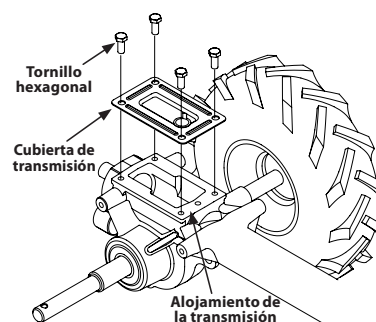

Figura 23
4. Retire toda la suciedad y limpie el área alrededor de la cubierta de transmisión. Vea la Figura 23.
5. Retire los cuatro tornillos hexagonales (5/16-18 x .75) asegurando la cubierta de la transmisión al eje de la transmisión y retire la cubierta. Vea la Figura 23.